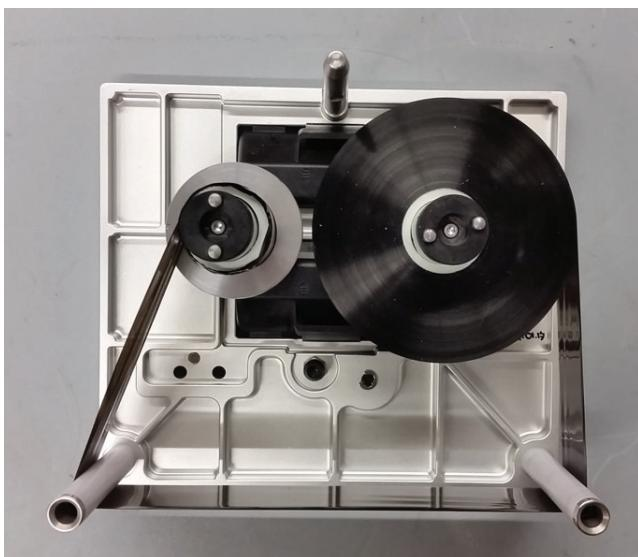

Figura 4-13: Recorrido del mandril de la cinta
6. Gire el carrete vacío manualmente para que no quede cinta sin tensar. Deje de girar el carrete vacío cuando comience a girar el carrete lleno (Figura 4-13).